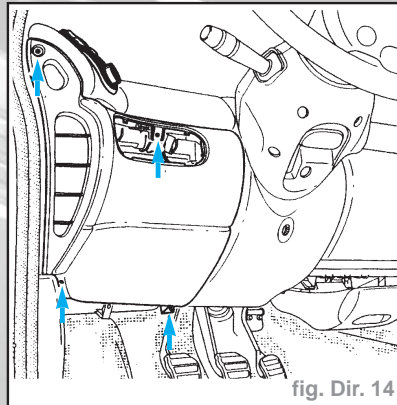

fig. Dir. 14
- La console inférieure gauche (fig. Dir. 14),